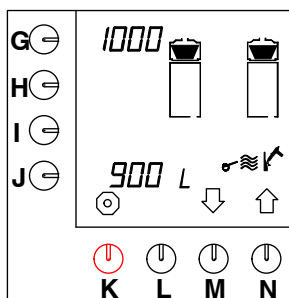

Fig. 39 Avkalkningssignal bryggarsystem
- Tryck på valtangenten (M.)↓ tills fig. 39 visas på displayen.